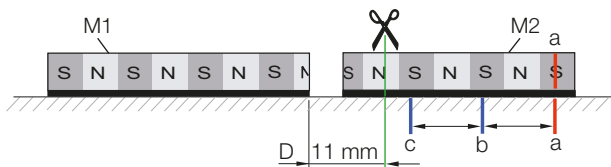

Fig. 4-11: Taglio a 11 mm
7. Tagliare il corpo di misura M2 in modo che la distanza D tra i due corpi di misura corrisponda a 11 o 21 mm (larghezza 1 coppia poli + 1 mm per il posizionamento fine). Lo spazio tra le due estremità del corpo di misura definisce il punto di taglio (Fig. 4-11).